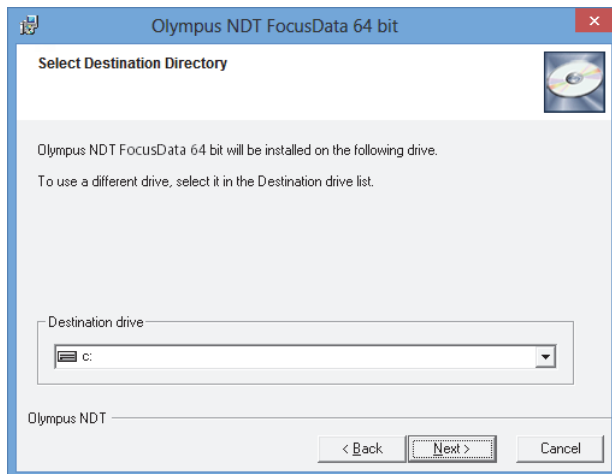

Abbildung 1-6 Seite Select Destination Directory
5. Auf der Seite **Select Destination Directory** (Auswahl des Zielverzeichnisses) wählen Sie unter **Destination drive** (Ziellaufwerk) das Laufwerk für die zu installierende Software aus und klicken Sie dann auf **Next** (siehe Abbildung 1-6 auf Seite 16).